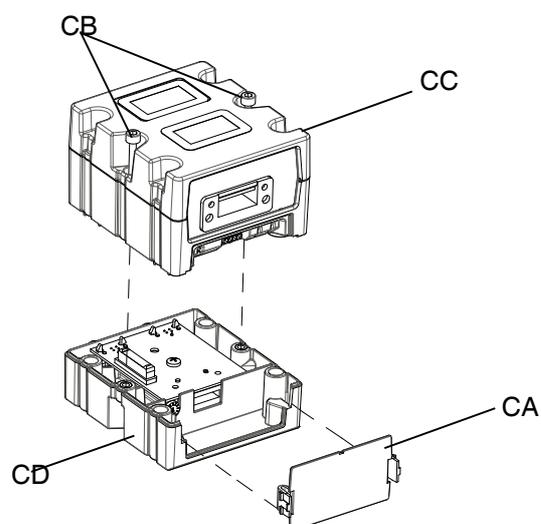

FIG. 38: Démontage du CGM
5. Retirer le couvercle du CGM (CA). Desserrer les deux vis (CB) et retirer le CGM (CC) de l'embase (CD) comme illustré à la FIG. 38.